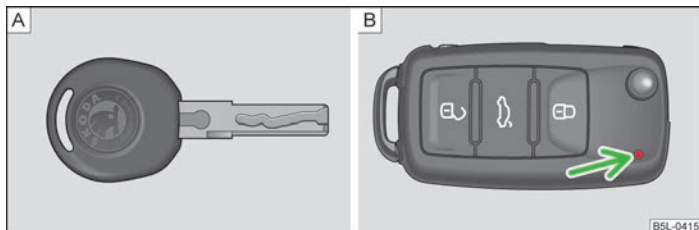
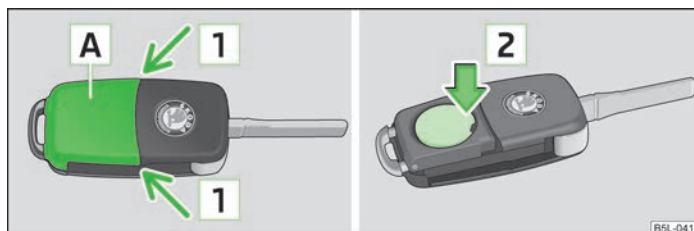

Fig. 8 Cheie fără comandă de la distanță / cheie cu comandă de la distanță (cheie cu telecomandă)
Fig. 9 Cheia cu telecomandă: îndepărtarea capacului / extragerea bateriei
La livrarea autovehiculului primiți două chei. În funcție de echipare, autovehiculul dumneavoastră poate fi echipat cu chei fără comandă de la distanță » fig. 8-A sau cu chei cu comandă de la distanță » fig. 8-B.
Fiecare cheie cu telecomandă conține o baterie, care se găsește sub capacul **A** » fig. 9. Când bateria este descărcată, după apăsarea unei taste, lampa de control de culoare roșie » fig. 8 la pagina 26 - **B** de pe cheia cu telecomandă nu luminează intermitent. Vă recomandăm să vă adresați unui partener contractual ŠKODA pentru înlocuirea bateriei cheii. Dacă doriți totuși să înlocuiți singur bateria descărcată, procedați în felul următor:
- Apăsăți capacul bateriei cu degetul mare sau cu o șurubelniță cu vârf plat, în locurile marcate cu săgețile **1** » fig. 9.